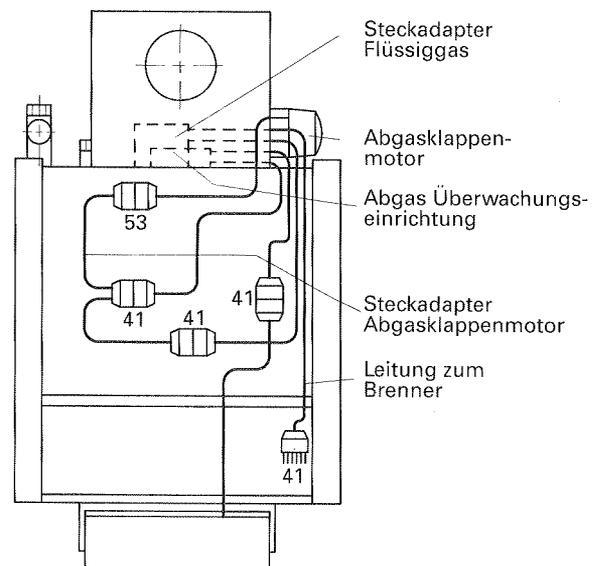

Abb. 16
- Heizkessel mit Steckadapter Flüssiggas, motorisch gesteuerter Abgasklappe und Abgasüberwachungseinrichtung siehe Abb. 16.